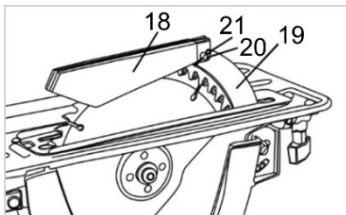

Рисунок 3
3.6.2 Вставте захисний кожух (18, рисунок 3) в розпірний клин (19, рисунок 3). Переконайтеся, що отвори захисного кожуха та розпірного клину збігаються. Вставте штифт (20, рисунок 3) в отвір і закріпіть його за допомогою шпінта (21, рисунок 3).